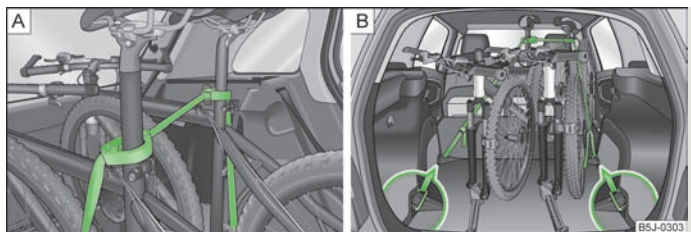

Fig. 57 Sécuriser les bicyclettes
- Placer le collier avec la partie en caoutchouc vers l'avant (dans le sens de la marche) le plus bas possible sur la tige de la selle et fermez le collier » fig. 57 - .
- Pour le transport de deux bicyclettes, tendez la sangle » fig. 57 -  entre des tiges des selles, écartant les bicyclettes l'une de l'autre.
- Accrochez les mousquetons aux extrémités des sangles dans les œillets d'arrimage à l'arrière des sièges arrière » fig. 57 - .